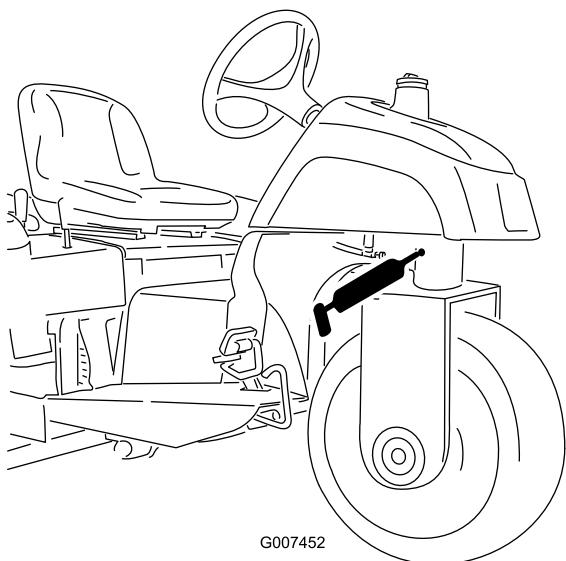

図 25
- ・ステアリング・ピボット（図 25）
注 ステアリング・ピボットの注入部（図 25）は面一フィッティングなので、グリスガン用ノズル・アダプタが必要です。 パーツ番号は P/N 107-1998； ご注文は Toro 代理店へ。